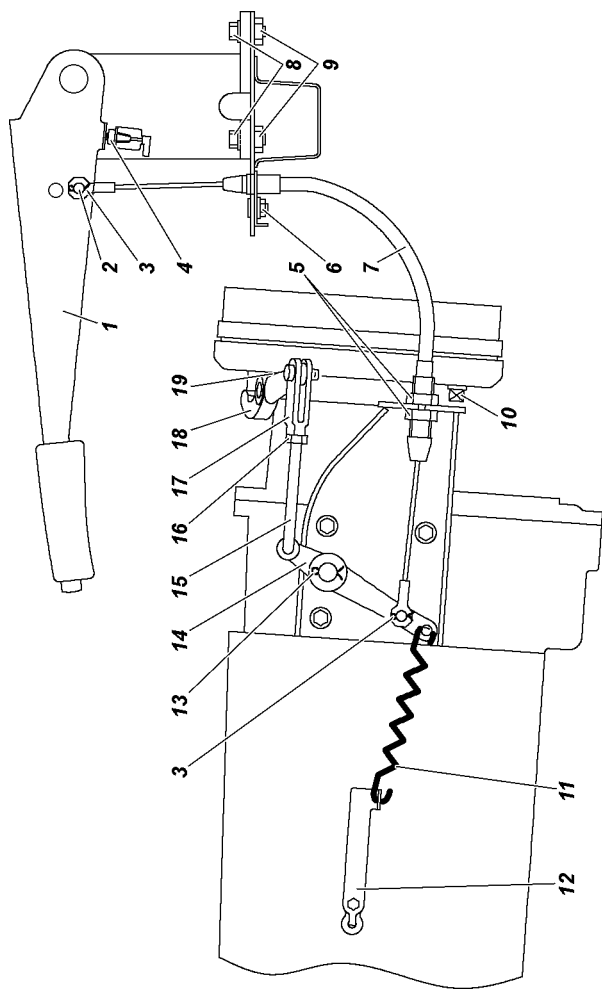

Рис. 9.24. Привод стояночного тормоза трансмиссионный:
Трансмиссионный стояночный тормоз, действующий на трансмиссию (рис. 9.24).
2. Переместите рычаг стояночного тормоза 1 (рис. 9.24) в крайнее нижнее положение.